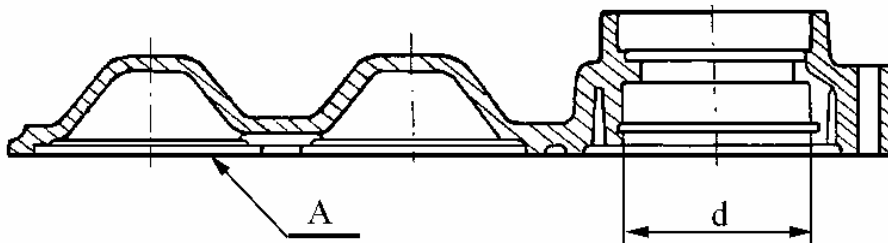

Рис.22. Крышка раздаточной коробки задняя.
4.4 КРЫШКА РАЗДАТОЧНОЙ КОРОБКИ ЗАДНЯЯ 2121-1802080 (рис.22).